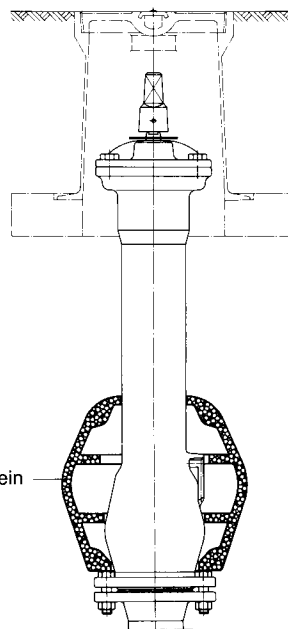

Abb. 2
1.4 Vor dem Verfüllen des Rohrgrabens zur sicheren Entleerung des UH z.B. den passenden VAG-Sickerstein (Abb. 2) einbauen.